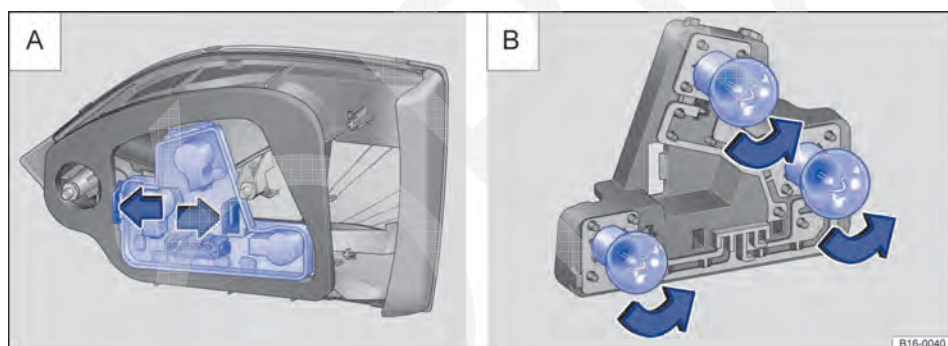

Fig. 226 Lanterna traseira: A: desmontar o suporte da lâmpada, B: desmontar as lâmpadas incandescentes.
6.	Pressionar a lingueta de travamento no sentido da seta ⇒ Fig. 226 A e retirar o suporte da lâmpada.
7.	Substituir a lâmpada incandescente queimada por uma lâmpada incandescente nova do mesmo modelo ⇒ Fig. 226 B.